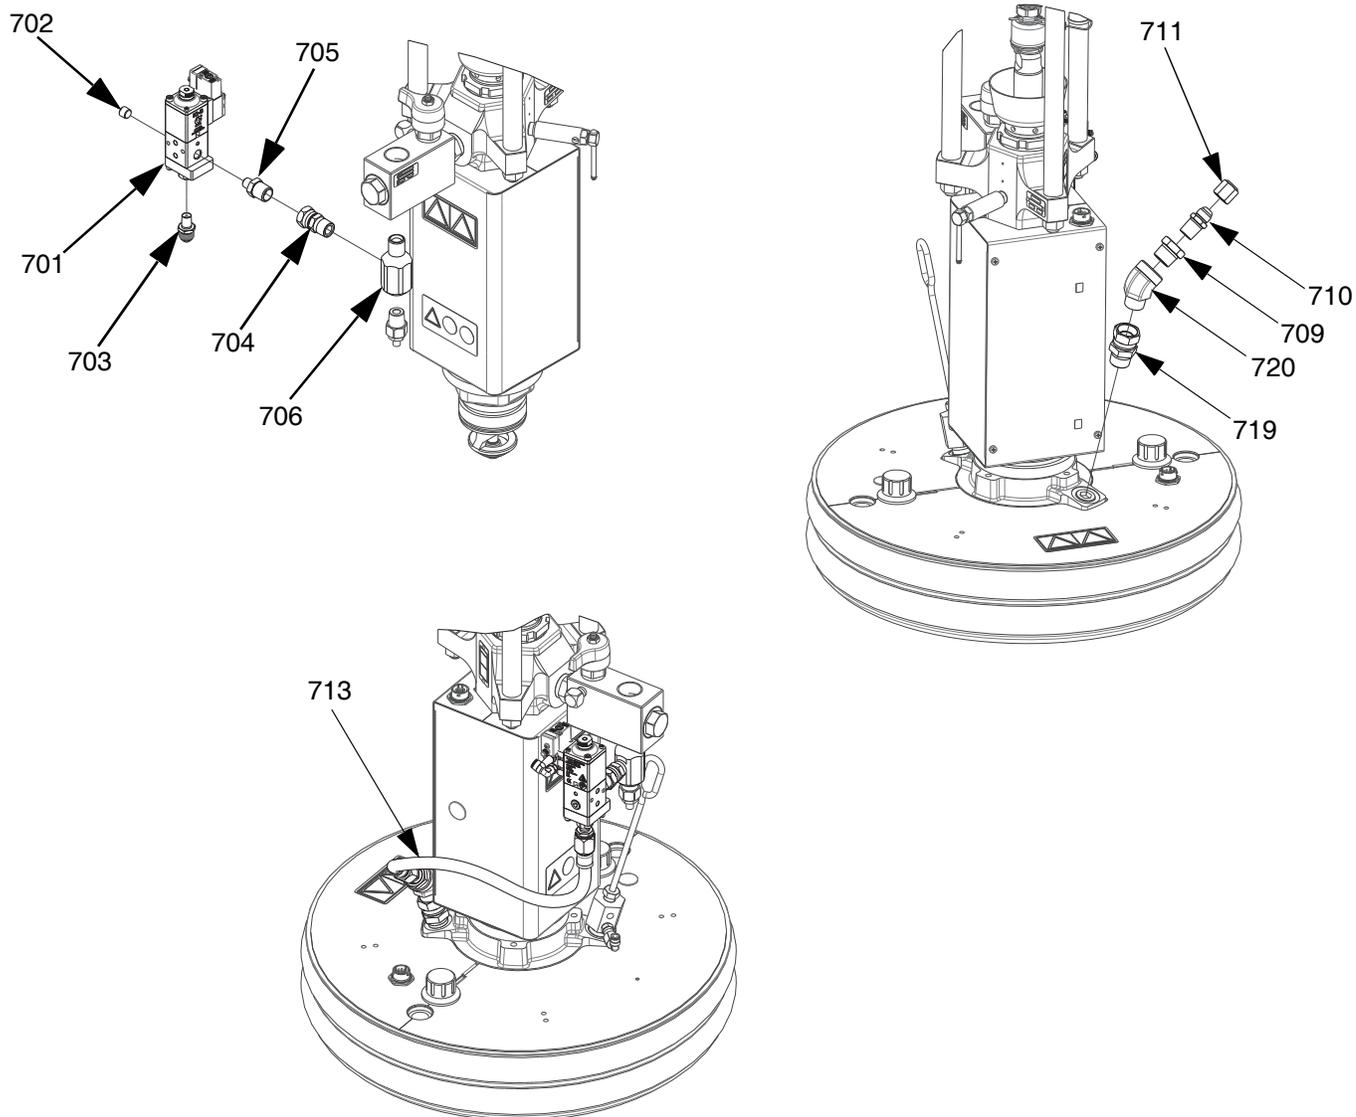

FIG. 55 : Kit de vanne de cylindre, Uréthane, 26B637
2. Raccorder le capteur de pression du port 5 sur le moteur électrique (AB).
3. Retirer le raccord du capteur de pression (TF) et le raccord auquel il est attaché depuis le clapet anti-retour de fluide (AE).
4. Avec un ruban de filetage, monter le raccord en T 1/2 NPT (706) dans le clapet anti-retour de fluide (AE), puis installer le raccord du capteur de pression (TF) dans le bas du raccord en T 1/2 NPT (706).
5. Avec un ruban de filetage, installer le raccord tournant 1/2 NPT (705) dans le raccord en T 1/2 NPT (706). Voir la Fig. 55.
6. Installer la vanne de cylindre (701) sur le raccord tournant 1/2 NPT (706) avec l'adaptateur 1/4 NPT x 1/2 NPT (704), puis serrer.
7. Monter le flexible de recirculation (713) sur la vanne de cylindre (701) et serrer.
8. Raccorder le capteur de pression au port 5 sur le moteur électrique (AB).